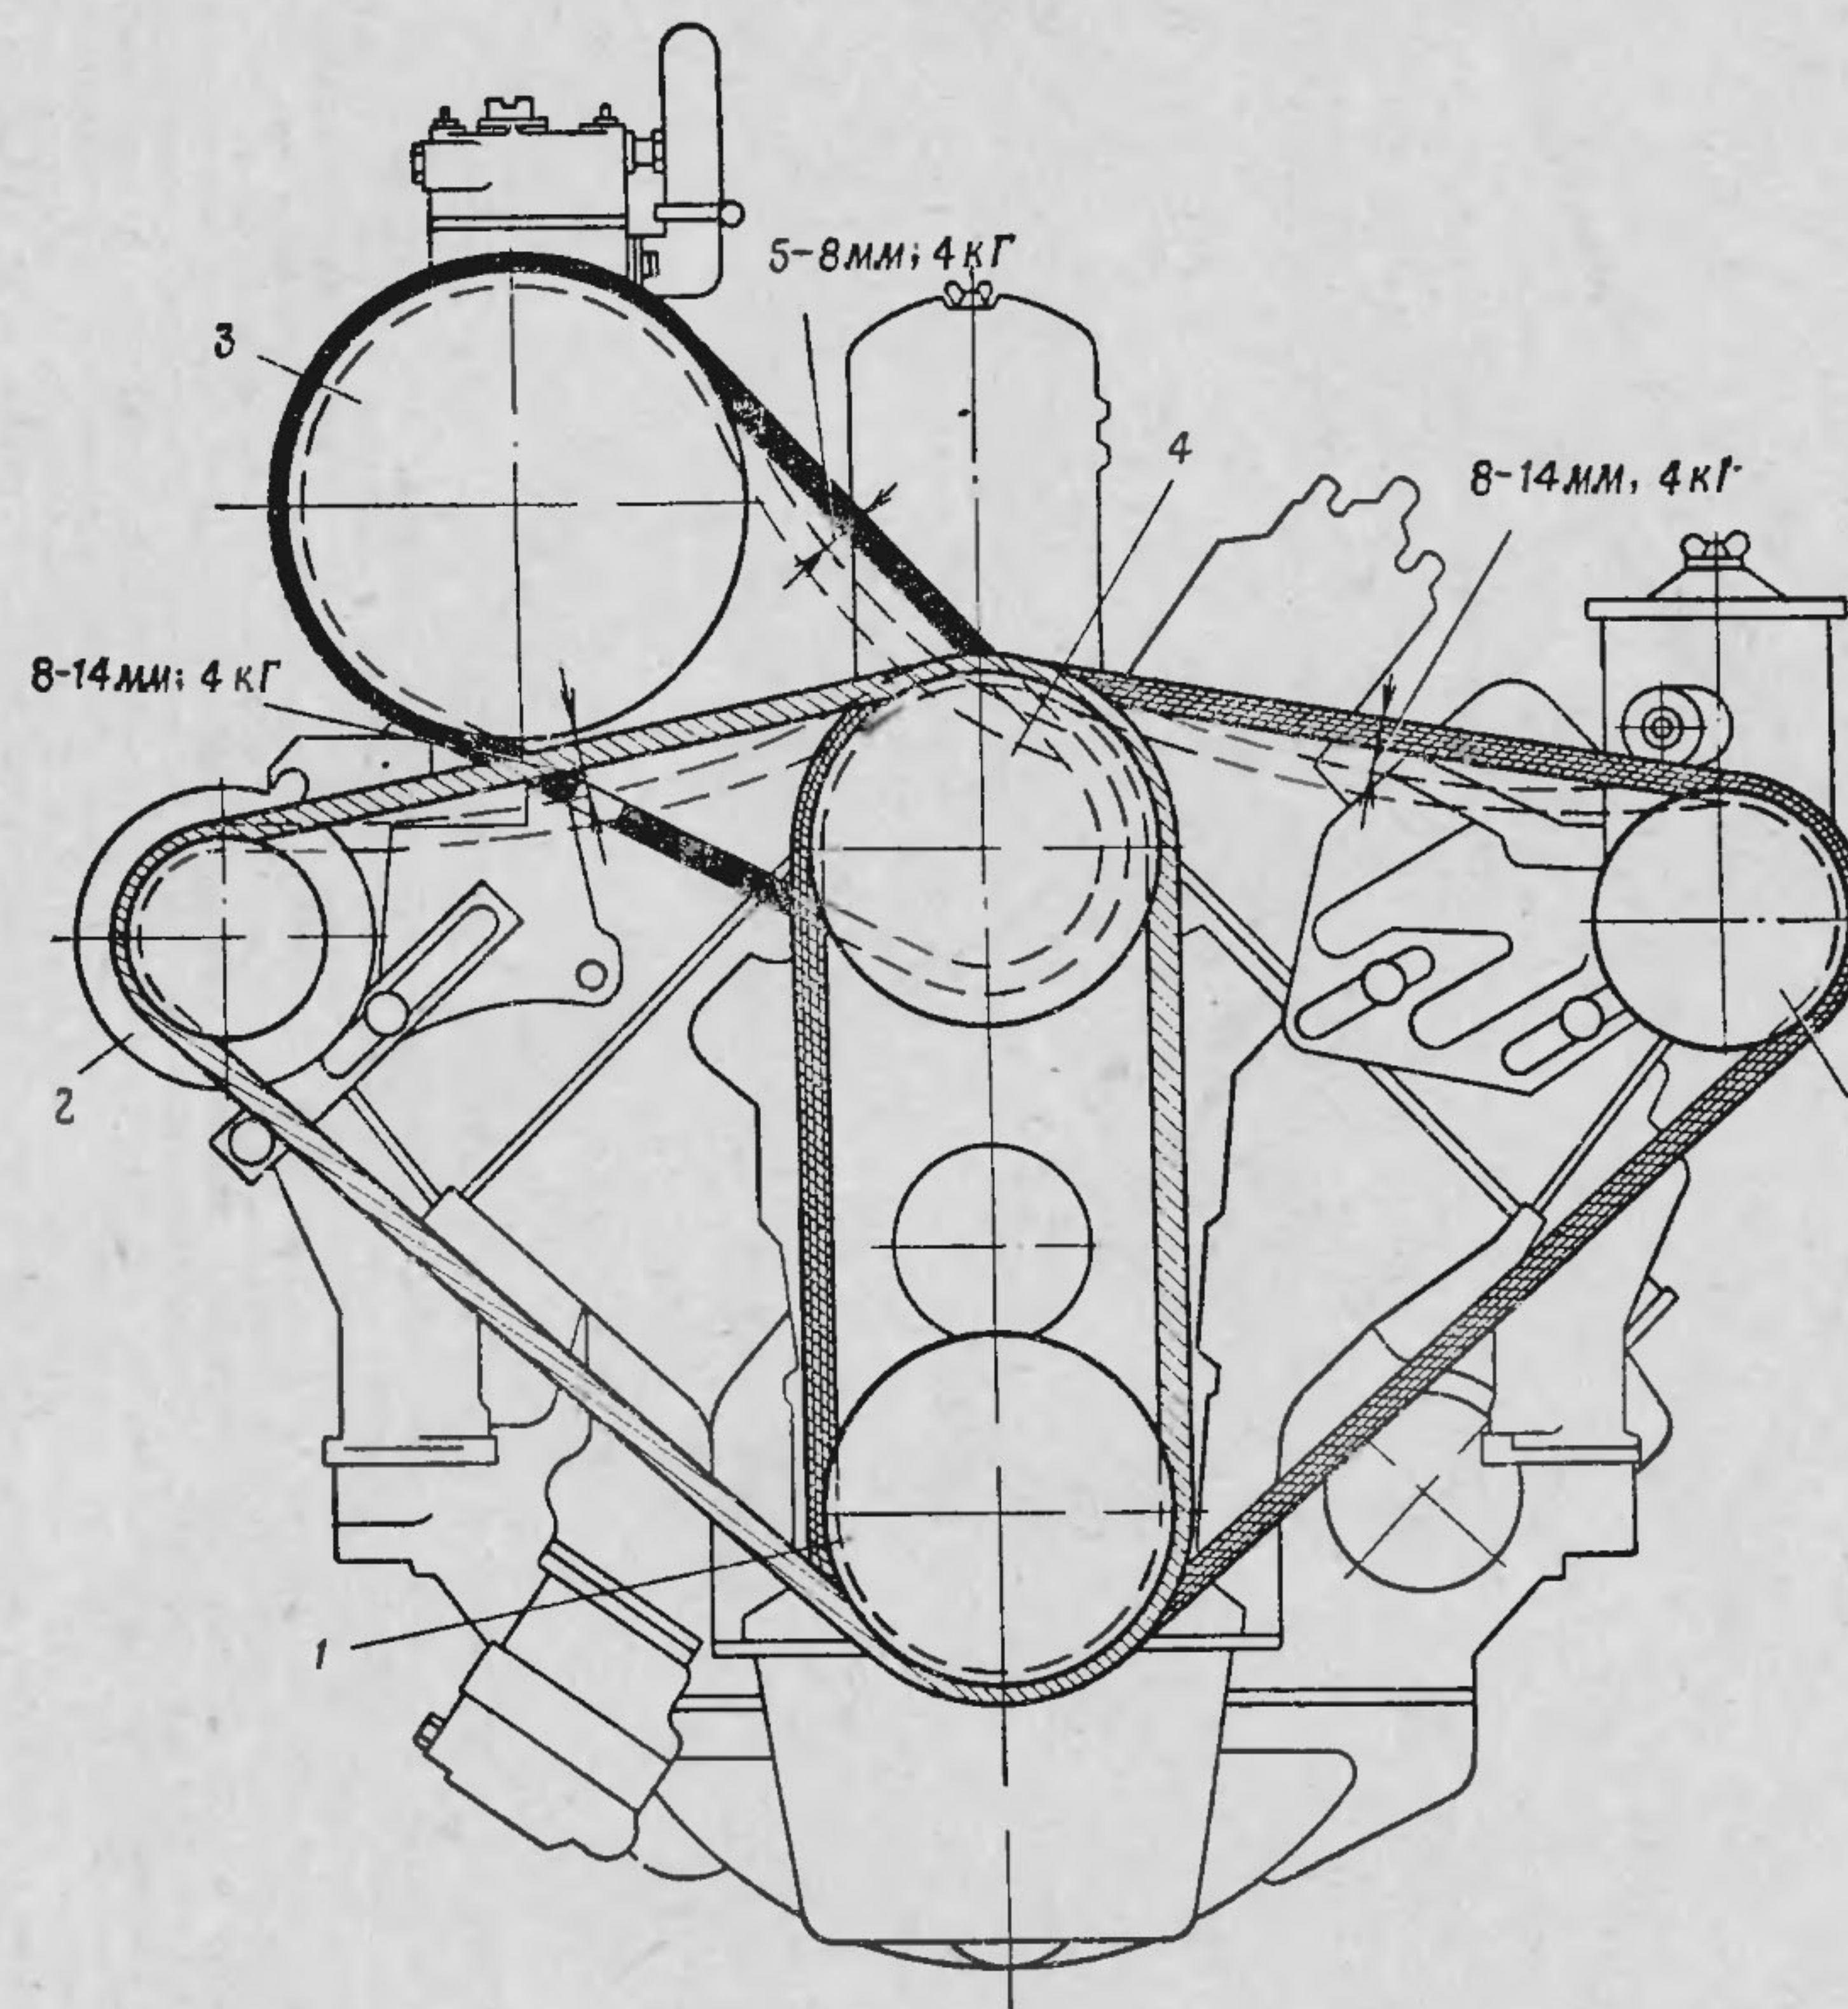

Рис. 6. Схема проверки натяжения приводных ремней:
7. Проверить и при необходимости отрегулировать натяжение приводных ремней (рис. 6) водяного насоса, вентилятора (генератора), насоса гидроусилителя рулевого механизма, компрессора.